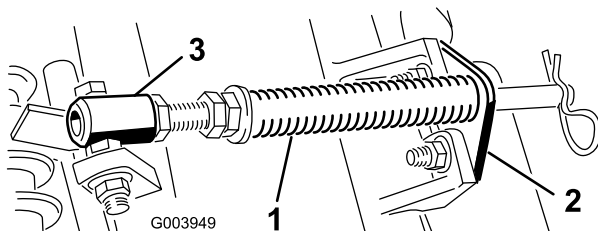

Рисунок 4
- A. Выверните два каретных болта и две гайки крепления кронштейна штока к выступам режущего блока (Рисунок 4).
B. Удалите фланцевую гайку крепления болта трубки пружины к выступу несущей рамы (Рисунок 4). Удалите этот узел.